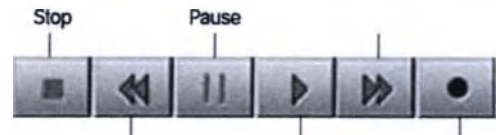

Рисунок 17. Панель управления видео. Стоп, Пауза, Перемотка вперед, Перемотка назад, Воспроизведение, Запись
1. Нажмите кнопку **Record** (Запись) на панели управления видео на главном экране (рис. 17). Во время записи кнопка **Record** (Запись) будет красной, на главном экране будет отображаться сообщение RECORDING (Запись). Если для параметра OSD (Отображение на экране) задано значение On (Вкл.) Momentary (Кратковременно), на мониторе хирурга во время видеозаписи будет отображаться RECORDING (Запись).
2. Нажмите кнопку **Stop** (Стоп) на панели управления видео, чтобы остановить запись (рис. 17).
3. Дважды щелкните по эскизу или значку, чтобы просмотреть нужное изображение, видеозапись или аудиозапись. Выбранный файл будет отображен в окне Live Video (Видео в реальном времени). Воспроизведение видеозаписи можно управлять, используя панель управления видео (рис. 17). Для воспроизведения, перемотки назад, быстрой перемотки вперед, приостановки или остановки воспроизведения видеозаписи.